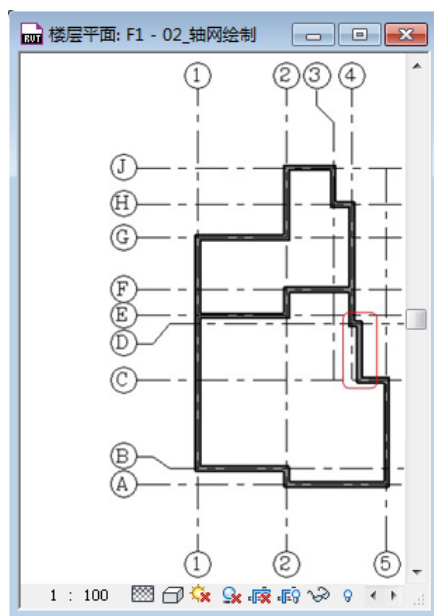
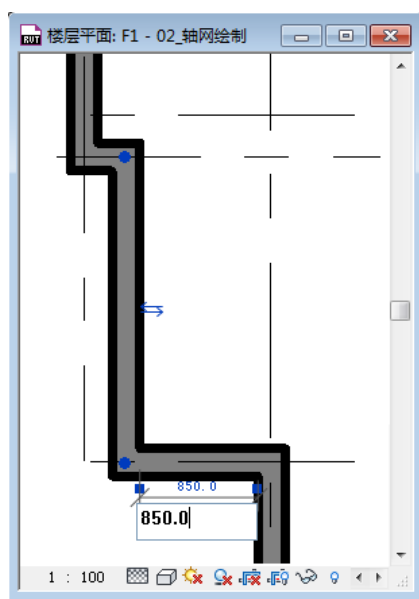

图 2-8
图 2-9
- 9) 以同样的方法沿轴网顺时针绘制（如图 2-8 所示）内墙。某些墙体并未与任何轴网对齐，4 轴右侧墙体，可先绘制于 4 轴右侧大致位置，在绘制完成后，选择此墙体，将出现如图 2-9 所示的临时尺寸标注，单击修改墙体与 5 轴之间的临时尺寸标注数值为“850”，